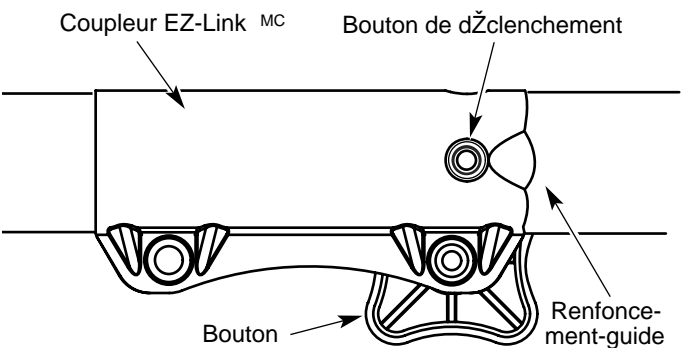

Fig. 24
1. DŽvissez le bouton vers la gauche (Fig. 24).
2. Appuyez sur le bouton de dŽclenchement et maintenez-le enfoncŽ (Fig. 24).
NOTE : aligner le bouton de dŽclenchement avec le renforcement-guide facilitera l'installation (Fig. 24).